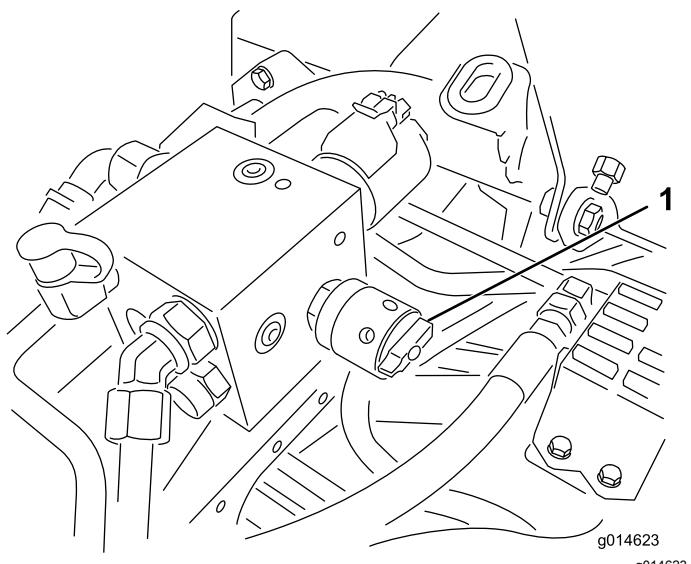

図 35
4. リールの速度を設定するには、ノブ図35を回して、ノブの矢印を、所定の番号に合わせる。